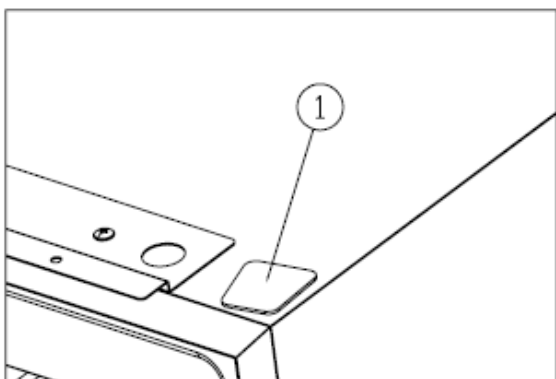

Figura 4
- ✧ Instale a tampa germinar ①.[Figura 4]